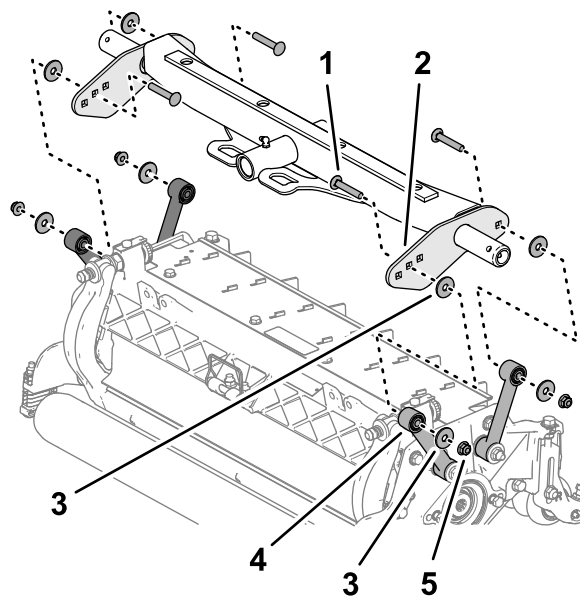

Figura 18
2. Alinhe uma arruela entre a placa de suporte e a ligação (**Figura 18**), e monte frouxamente as placas e o espaçador com um parafuso francês (3/8 x 2,25 pol.), uma arruela e uma contraporca flangeada (3/8 pol.).